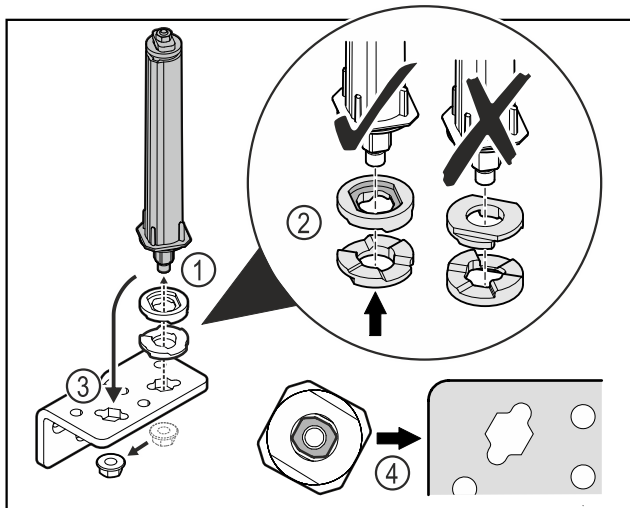

Fig. 41
- ▶ Atskrūvējiet uzgriezni un noņemiet durvju slēgšanas sistēmu Fig. 41 (1).
- ▶ Ievērojiet augstuma regulēšanas paplākšņu pareizo izvietojumu Fig. 41 (2).
- ▶ Pārlieciet durvju slēgšanas sistēmu lokāmajā kronšteinā un nofiksējiet ar uzgriezni Fig. 41 (3).
- ▶ Ievērojiet durvju slēgšanas sistēmas pareizo izvietojumu ievietošanas laikā Fig. 41 (4).